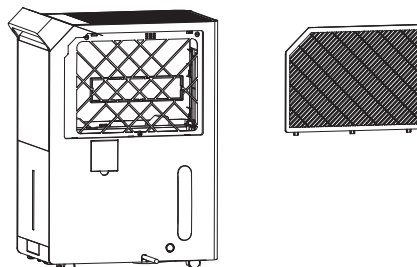

Рис. 5
7. Чистка фильтра (Рис. 5). Достаньте фильтр, промойте его в мыльной воде, прополощите в чистой воде, высушите и вставьте на место. В среднем, необходимо проводить чистку фильтров не реже чем раз в две недели при постоянном использовании, иначе производительность прибора может снизиться.